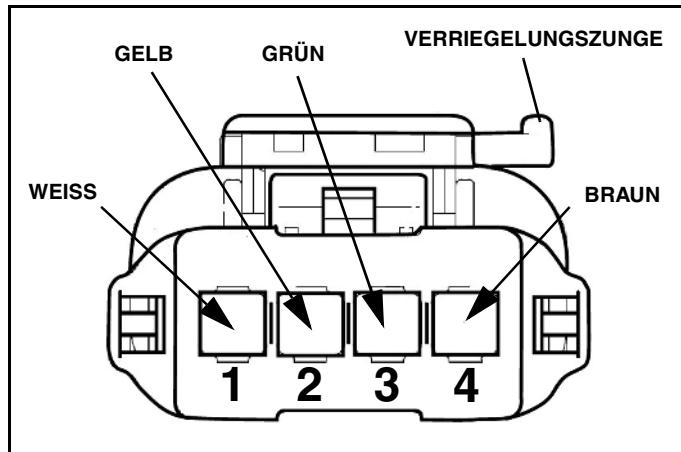

Abb. 1-11
9. Entfernen Sie die blaue Steckerstifttarretierung aus der Buchse. Drücken Sie die Steckerstifte am Ende jeder der vier Leitungen in die Rückseite der Buchse (das Ende mit der eingelassenen hellblauen Dichtung). (Siehe Abb. 1-11 für die Steckerstiftbelegung.)
10. Überprüfen Sie die Leitungsanordnung durch Anschluss des ProControl II™-Kabels. Wenn die Leitungsfarben nicht übereinstimmen, überprüfen Sie die Steckerstiftbelegung anhand von Abb. 1-11.